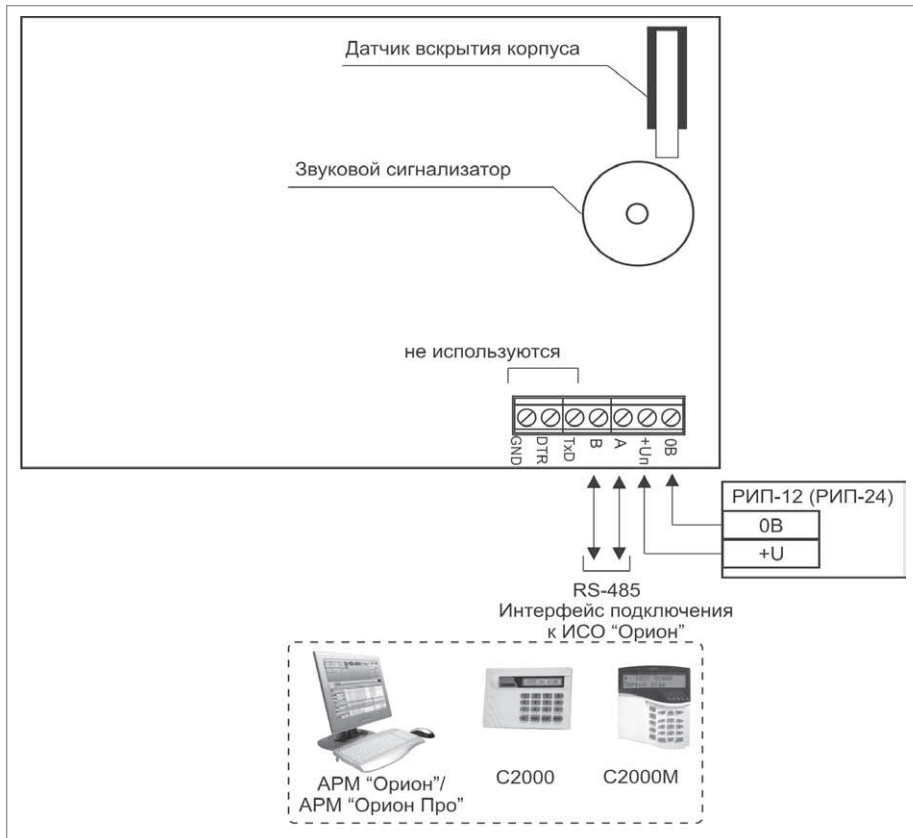

Рисунок 4. Схема внешних соединений клавиатуры «С2000-К»
3. Подключение соединительных линий выполняйте в соответствии с проектной документацией и схемой на рис.4.